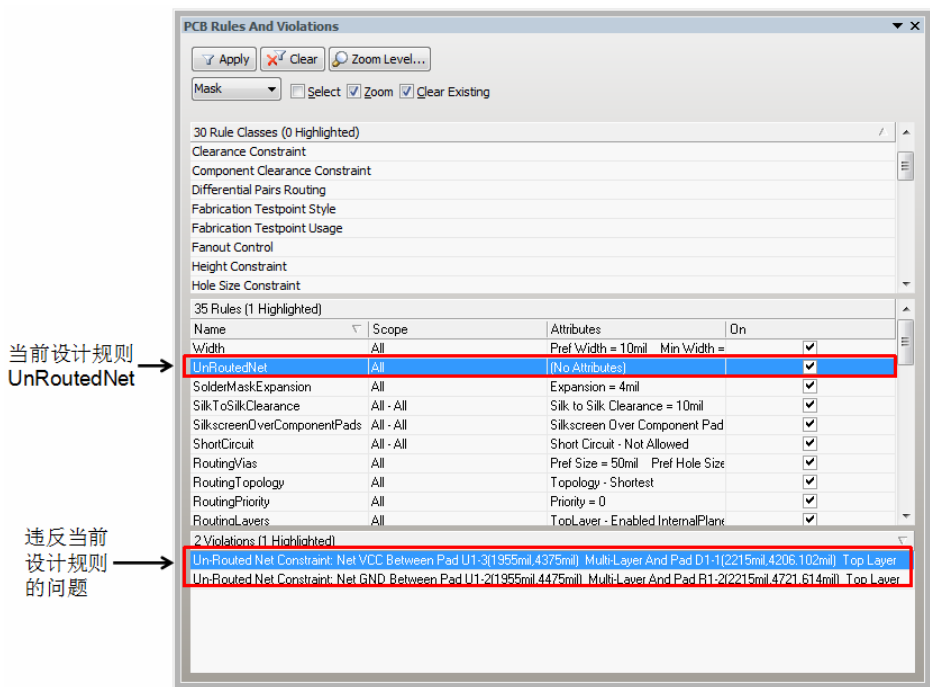

图 16-20 PCB Rules And Violations 面板
单击面板标签栏中的 PCB 标签，在弹出的菜单中选择 PCB Rules And Violations 命令，打开该面板，如图 16-20 所示。有些 AD 10 版本并没有此面板，而是在 PCB 面板下拉列表框中选择 Rules，切换到设计规则模式，两者的操作基本一样。
(1) 打开本例对应的电子资源 Voltage_Meter.PrjPCB 工程，双击其中的 Voltage_Meter_with_Violation.PcbDoc 文档。
(2) 执行菜单命令 Tools > Design Rule Check，打开设计规则检查对话框，确保选中 Create Violations 报告选项以及 Electrical 目录下的 Un-Routed Net 设计规则的 Batch 复选框，单击对话框左下角的 Run Design Rule Check 按钮，开始进行 DRC。
(3) DRC 结束后，进入 PCB 编辑环境，打开 PCB Rules And Violations 面板，将高亮选项设置为 Mask，在面板第二个列表区域选择 UnRoutedNet，第三个列表区域随即显示两条违规项，如图 16-20 所示，这表明电路板遗漏了两处布线。单击违规项，编辑窗口高亮显示对应的违规位置，本例中分别是 D1 连接 VCC 网络的 1 号贴片引脚和 R1 连接 GND 网络的 2 号贴片引脚，这两个引脚均未与对应的网络连接。